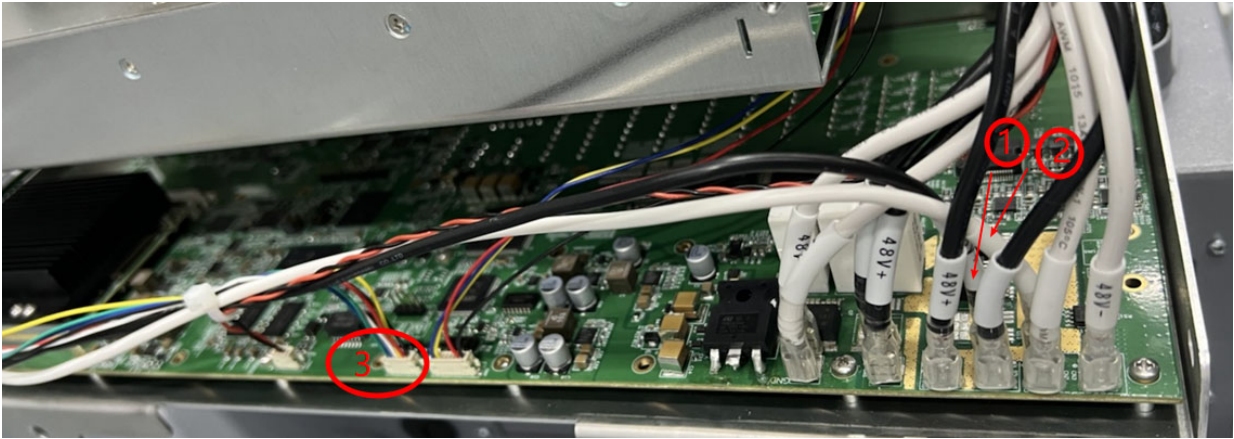

图 3-29 刹车板到 Safe IO 的线缆位置
- 断开刹车板到 Safe IO 的线缆，如图 3-29 所示；